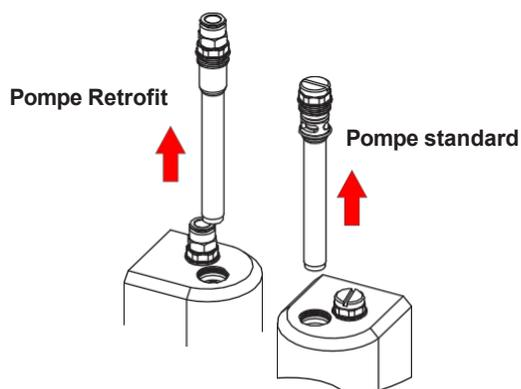

Figure 16 Desserrage des tubes de fluidisation
2. Voir la figure 16. Desserrer le bouchon d'accès au tube de fluidisation et tirer le tube de fluidisation tout droit hors du corps de la pompe.